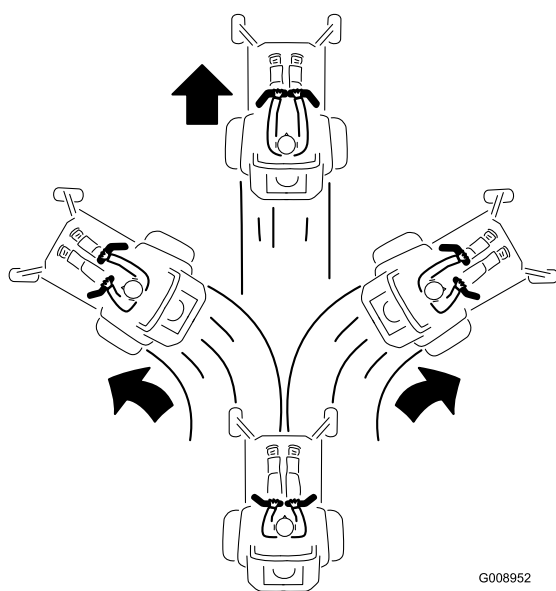

Figura 27
2. Para andar para frente empurre as alavancas de controlo do movimento para a frente (Figura 27).